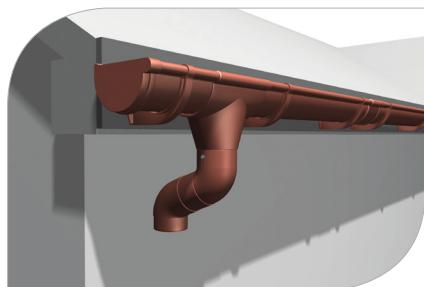

рис. 19
- 4.1 На крыше с карнизным свесом соедините воронку с водосточной трубой при помощи двух колен и подрезанного на требуемую длину отрезка трубы (**рис. 19**)